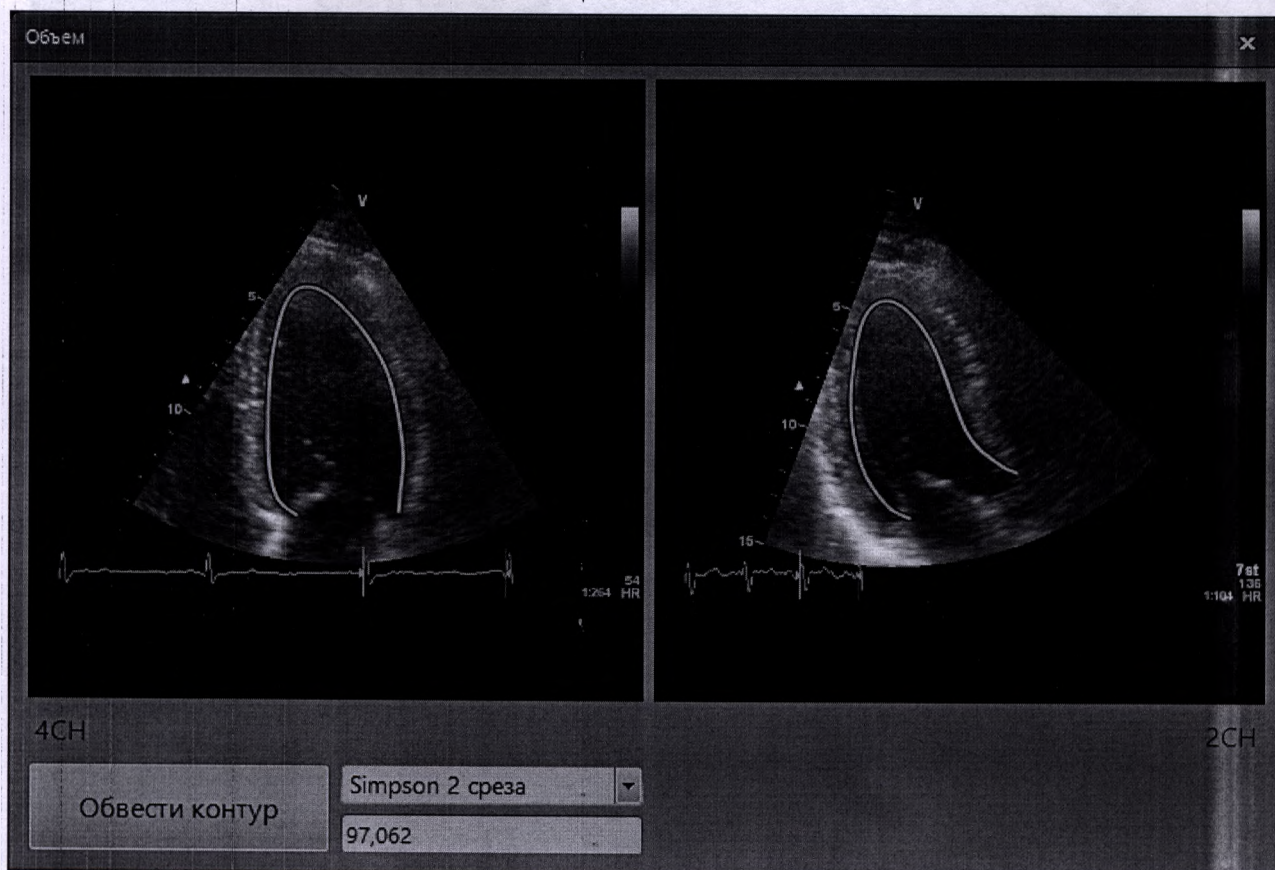

Рисунок 3.20 - Измерение объема по двум сечениям
- Для измерения объема по любой другой формуле следует рядом с измеряемым параметром нажать на кнопку «Другое» и в появившемся окне выбрать способ расчета, например, «Simpson 2 среза» (рисунок 3.20).